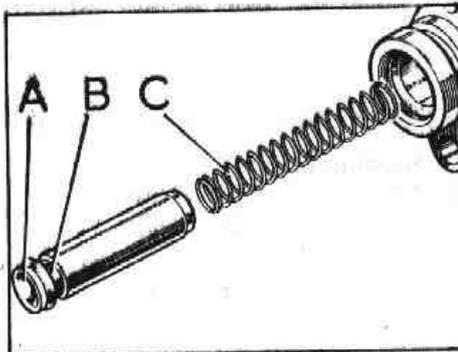

Fig. H-31 Conjunto del émbolo
- 1.4. Separar del cilindro el émbolo, A (Fig. H-31) y el muelle, C, inyectando aire a baja presión, si fuese necesario, por la lumbrera de salida para expulsar el émbolo.